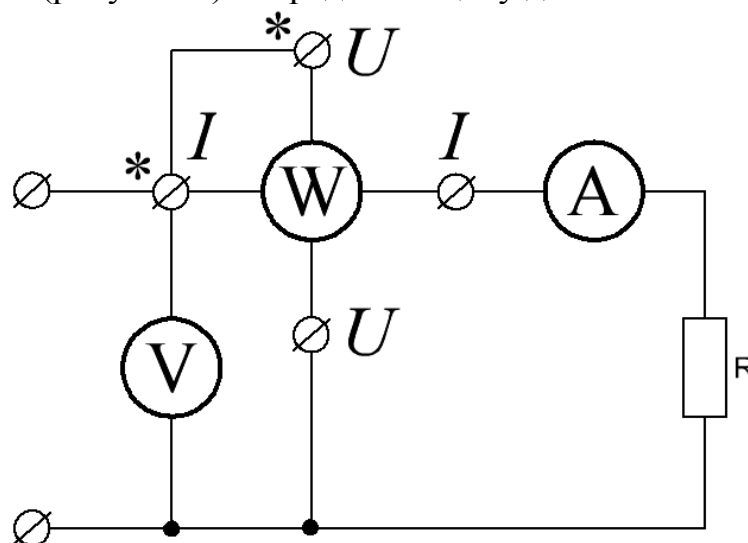

Рисунок 4 – Схема 3
5. Собрать цепь (рисунок 4). Определить цену деления используемых приборов.